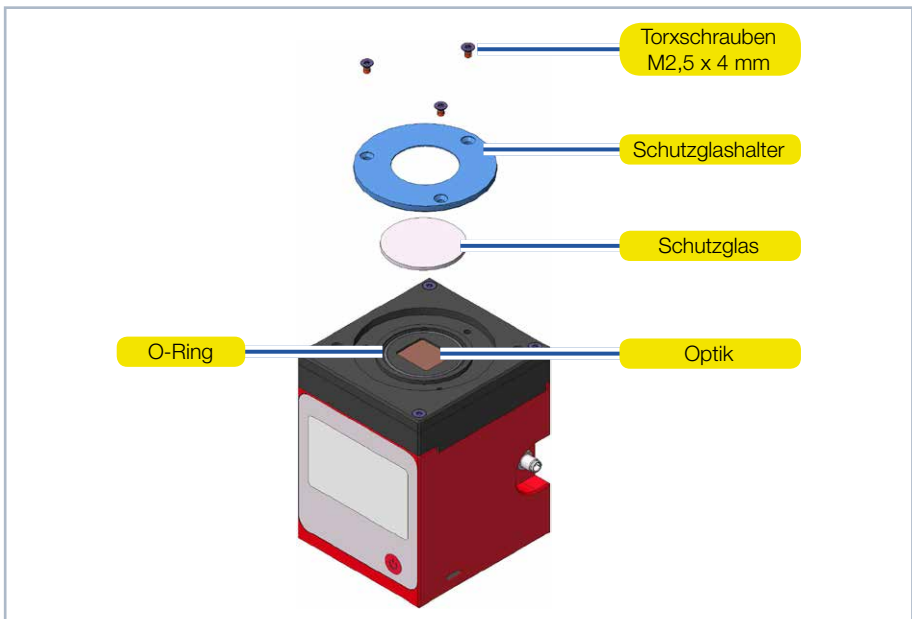

Abb. 16.1: Schutzglas am Cube M wechseln
3. Legen Sie das Gerät gemäß der Abb. 16.1 auf Seite 47 ab und nehmen Sie den Schutzglashalter vorsichtig nach oben ab.
6. Setzen Sie den Schutzglashalter gemäß der Abb. 16.1 auf Seite 47 auf.